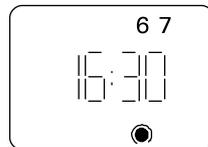

Figure 9.
- appuyez sur le bouton [day] pour la mise en marche du poêle au jour souhaité. (Fig. 9)